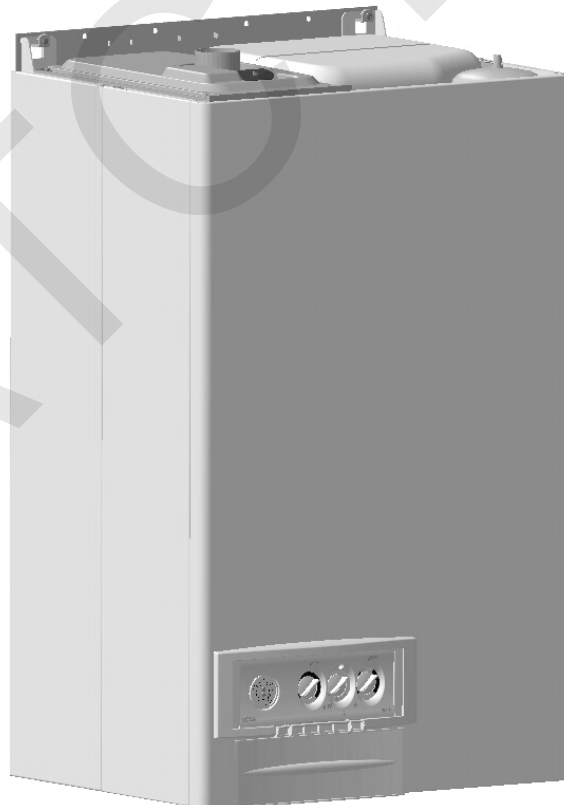

Fig. 1
1. Panel de control (ver Fig. 1)
3. Selección de servicio (Ver Fig. 1)
Colocando el selector de temperatura del agua de Calefacción en la zona donde está escrito AUTO (4) – valor de temperatura de 55 a 65 °C – (Fig.1) se activa el sistema de autorregulación: la caldera varía la temperatura de consigna según la señal de cierre del termostato ambiente.